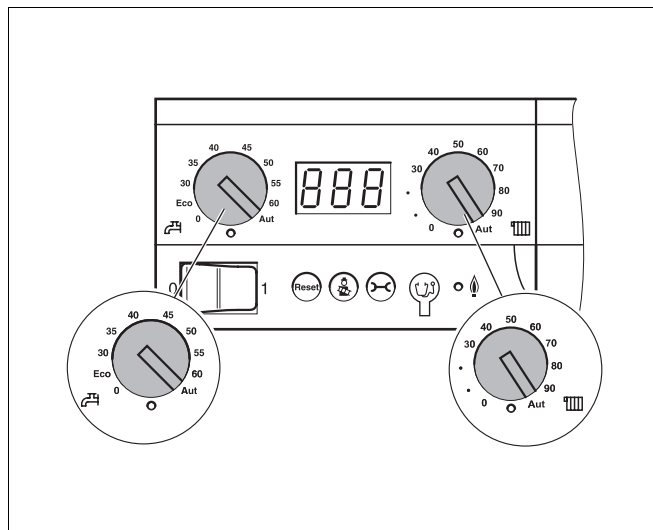

Fig. 3 Dispositivo di controllo base Logamatic BC10
- Ruotare le due manopole (fig. 3) del dispositivo di controllo base Logamatic BC10 su "Aut." (esercizio automatico). In questa posizione, il controllo viene effettuato dall'unità di servizio.